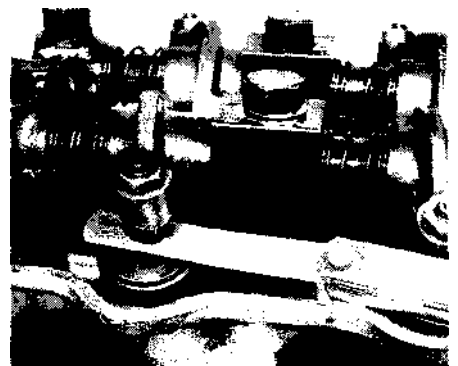

Рис. 12.6. Проверьте зазор, вставляя щуп между стержнем клапана и регулировочным винтом
- 6 Проверьте зазор, вставляя щуп нужной толщины (см. "Технические данные") между стержнем клапана и регулировочным винтом коромысла (см. рис. 12.6). Если требуется регулировка, ослабьте контргайку и вращайте винт, пока щуп не станет перемещаться в зазоре с небольшим сопротивлением. После этого, удерживая винт, затяните контргайку. Снова проверьте зазор и, при необходимости, повторите регулировку.